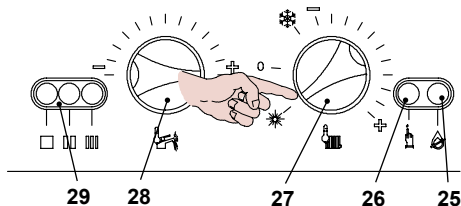

Figura 7.2
- Alimentare elettricamente la caldaia azionando l'interruttore bipolare previsto nella installazione; la lampada di segnalazione 29 in Figura 7.2 lampeggia ogni 4 secondi
- Posizionare il selettore 27 come indicato in Figura 7.2 ; la lampada di segnalazione 29 lampeggia ad intermittenza circa ogni 2 secondi
- Tenere premuto il pulsante di ripristino 26 in Figura 7.2 per circa 10 secondi, la lampada di blocco 25 inizierà a lampeggiare.
- Per settare la funzione spazzacamino le spie di segnalazione 29 in Figura 7.2 de-
Ripremere il pulsante di ripristino 26 in Figura 7.2 per circa 5 secondi, la lampada di blocco 25 si spegne, mentre le spie di segnalazione 29 lampeggiano in maniera richiesta potenza riscaldamento Figura 7.4